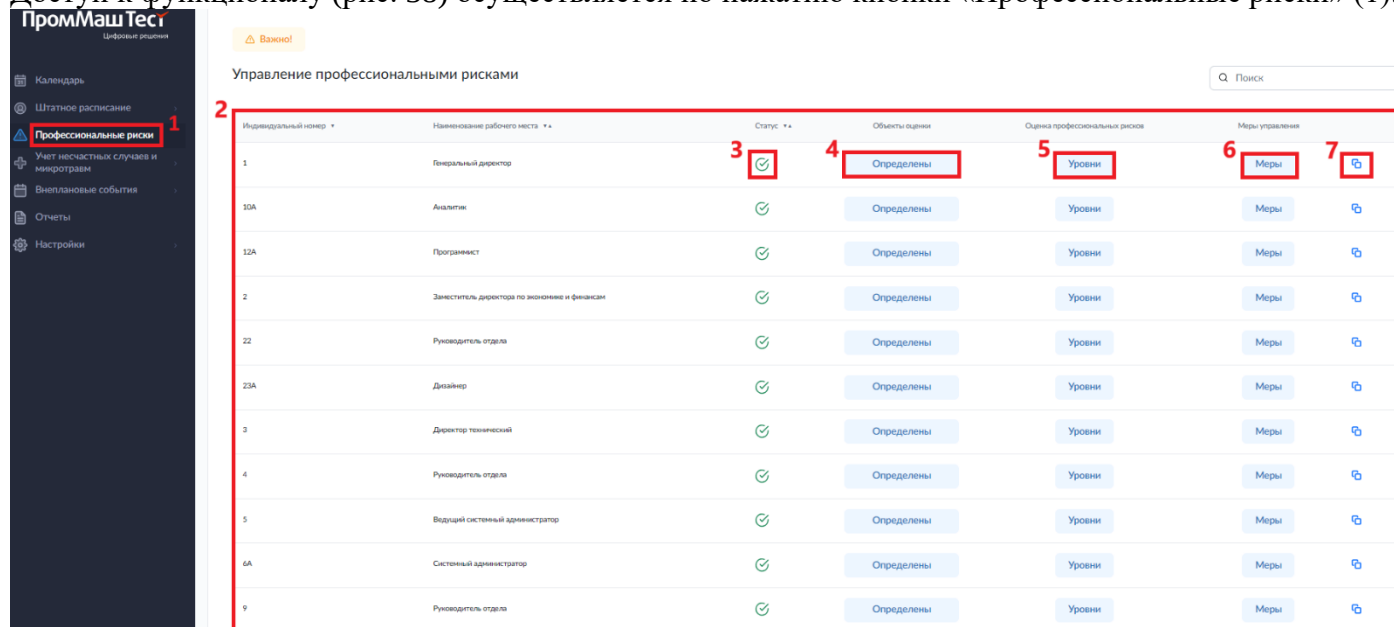

Рисунок 38. Раздел «Управление профессиональными рисками».
Доступ к функционалу (рис. 38) осуществляется по нажатию кнопки «Профессиональные риски» (1).